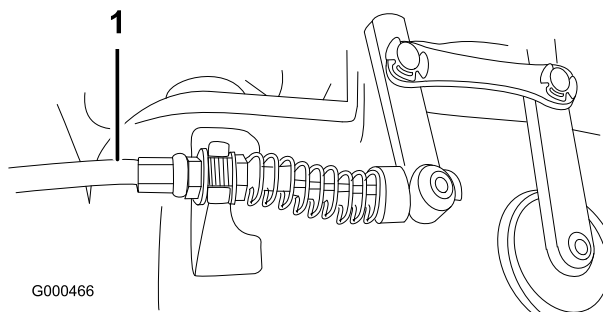

Figura 45
2. Per aumentare la tensione del cavo allentate il controdado anteriore del cavo e serrate il controdado posteriore del cavo (Figura 45) (sopra la scatola ingranaggi) finché la forza del cavo del cilindro non aumenta di 3,2 – 4,5 kg. alla manopola di comando.